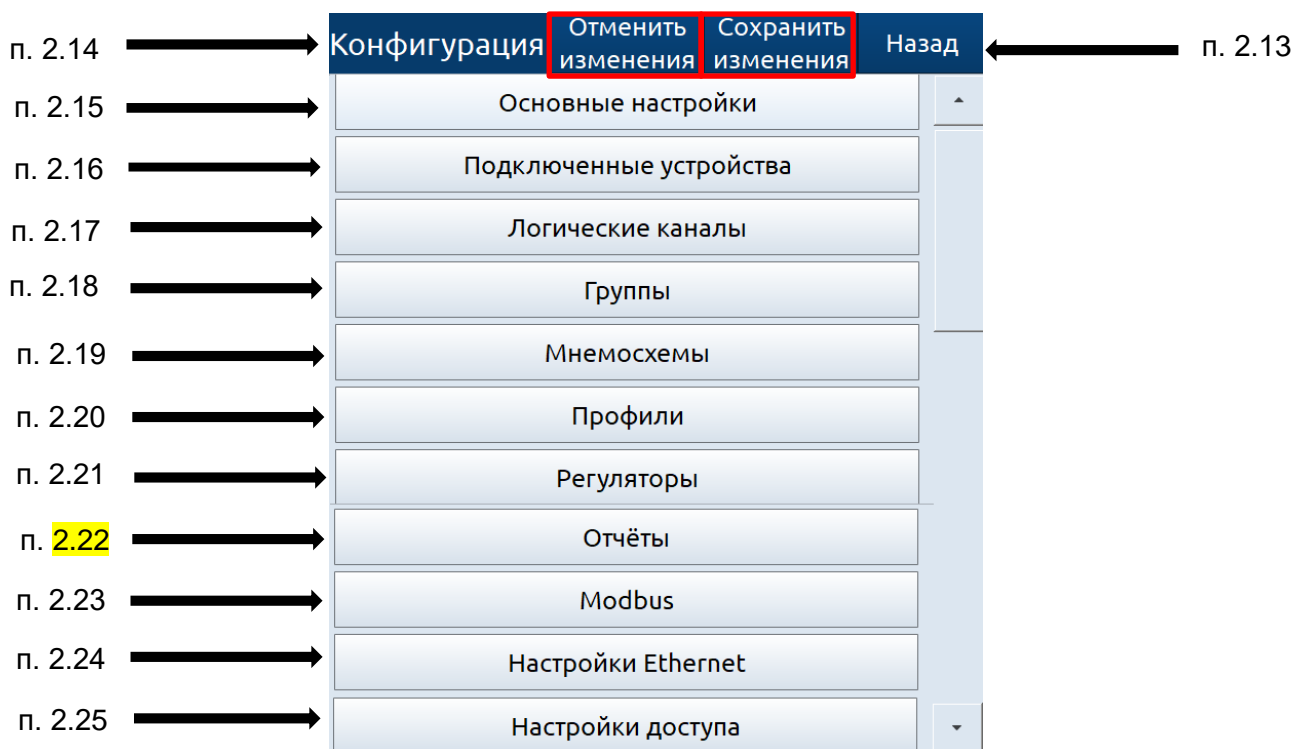

Рисунок 2.40 – Вид меню «Конфигурация» с настройками прибора
2.12.4 После нажатия кнопок «Меню» → «Конфигурация прибора» и корректного ввода пароля (если включена защита доступа), будет открыто меню с настройками прибора (см. рисунок 2.40).